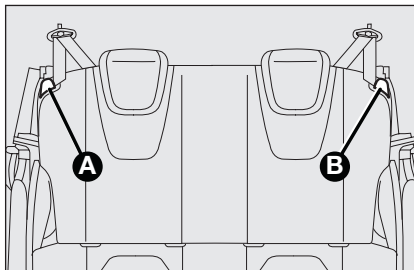

fig. 45
Extensão parcial (50/50) (consoante equipamento) fig. 45
- accione os manípulos **A** ou **B-fig. 45** para libertar respectivamente a secção esquerda ou direita do encosto do banco e rebata-o até ao assento.
- accione os manípulos **A** e **B-fig. 45** para libertar os encostos dos bancos e rebata-os até ao assento.